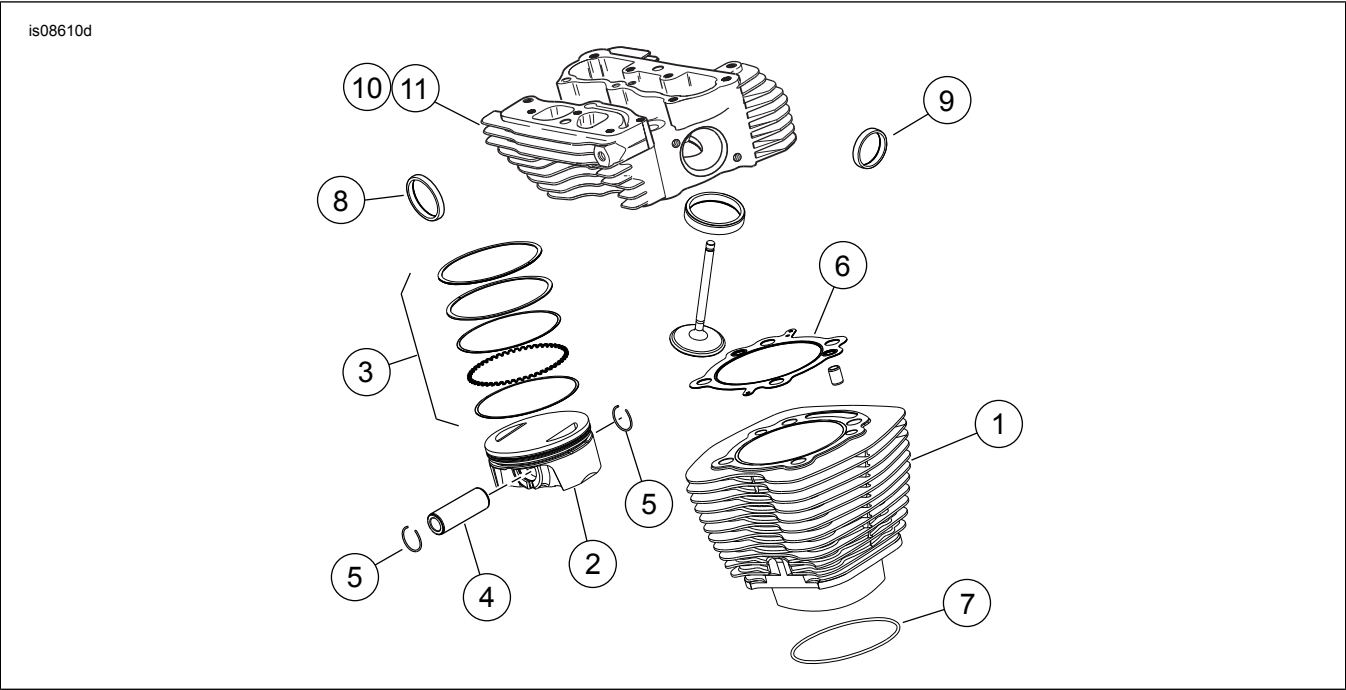
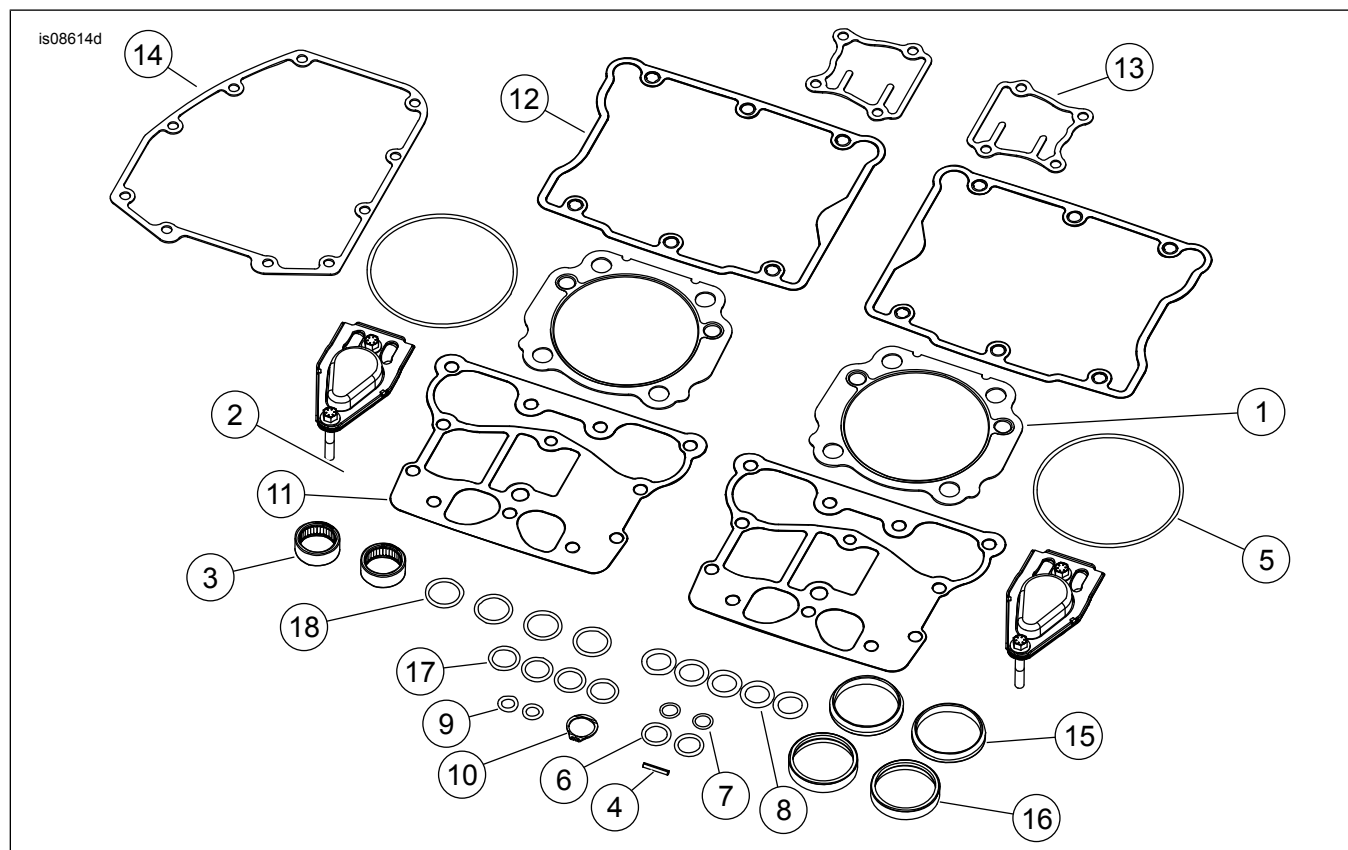

Figura 1. Peças de reposição: Kit de Corrida Screamin' Eagle Twin Cam 110 (1800 cc) Stage V
Figura 4. Peças de reposição: Kit de Corrida Screamin' Eagle Twin Cam 110 (1800 cc) Stage V
Ver Figura 1 a Figura 4, e Tabela 1 a Tabela 4.
- 1. Ver Figura 4 . Instalar novos rolamentos de cames interiores incluídos com este kit.
- 2. Veja Figura 1 até Figura 4 . Montar as cames para a guarnição do mecanismo do trinco e a extremidade superior do motor utilizando peças do kit. Consulte as seções sobre MOTOR apropriadas do manual de serviço.